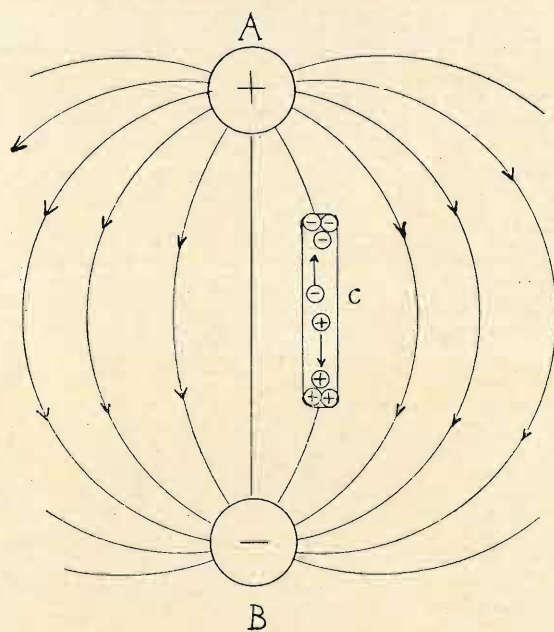

Fig. 1.
Qualche costruttore per poter eventualmente ritoccare l'induttanza risultante di un avvolgimento e praticare così una eventuale compensazione, usa accoppiare più o meno allo stesso un'aletta di rame ad alluminio (fig. 1).
locato in un punto qualunque di tale linea la percorrerebbe in senso opposto. Ora, se fra i due corpi, senza contatti, viene interposto un terzo corpo conduttore C non elettrizzato, cioè allo stato neutro, avverrà che gli elettroni negativi e gli elettroni positivi contenuti, per così dire, allo stato libero nel corpo saranno sollecitati a muoversi secondo le linee di forza e, spinti in sensi opposti, non potendo uscire dal conduttore si ammasseranno rispettivamente sulla faccia rivolta verso il corpo positivo e sull'altra (fig. 1).
Come vediamo in fig. 1 questo strumento è assai semplice, tanto che potrà essere realizzato con una certa facilità anche da chi non è eccessivamente pratico del montaggio di strumenti di misura.
ta e a buon mercato resistenze di speciali valori come ad esempio di 4900 e di 249.900 Ohm, ecc., abbiamo pensato di costituire come si vede nello schema di fig. 1, una serie di resistenze incominciando con una di 4900 Ohm che abbiamo realizzato con una resistenza chimica (1) della portata di un Watt e di 4800 Ohm a cui abbiamo aggiunto una porzione di cordoncino-resistenza di 100 Ohm (cordoncino 1000 Ohm per metro): totale, dunque, $4800 + 100 = 4900 \text{ Ohm}$.